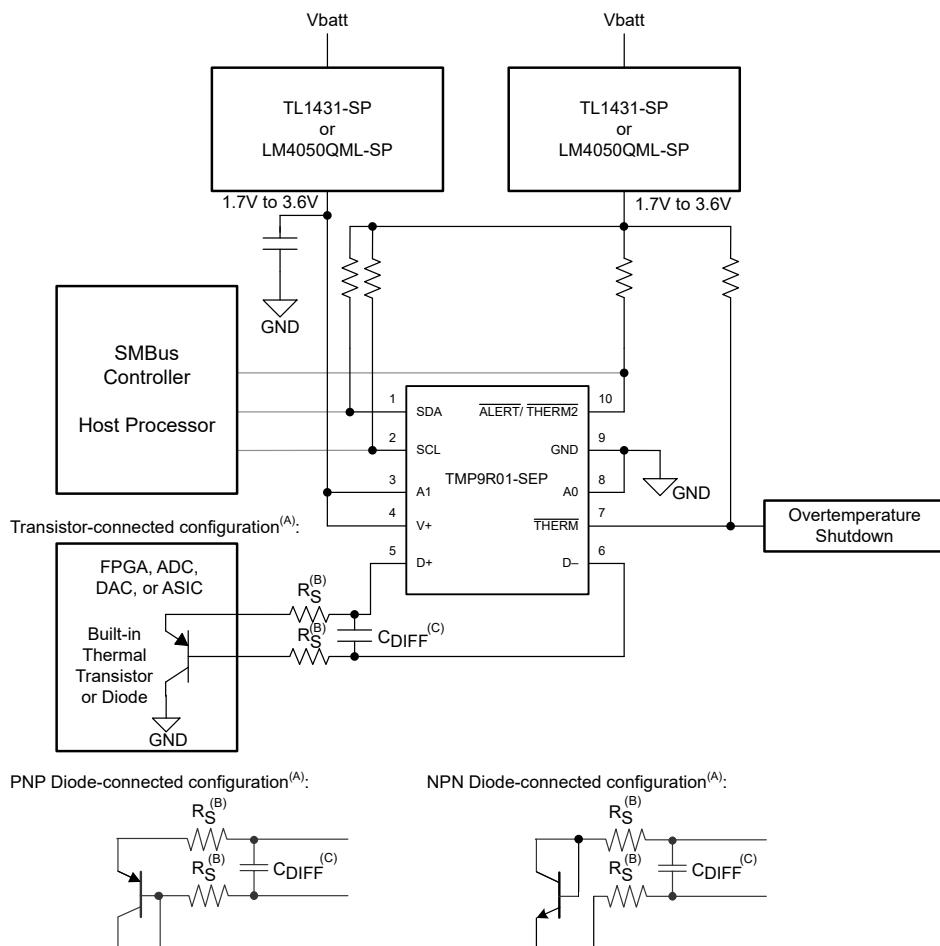

図 7-1. 基本的な接続
**TMP9R01-SEP** では、リモート温度検出を適切に動作させるために、D+ と D- の間にトランジスタを接続しておくだけで済みます。SCL および SDA インターフェイスピンは、通信バスの一部としてプルアップ抵抗が必要である一方、ALERT ピンと THERM ピンはプルアップ抵抗が必要なオープンドレイン出力です。ALERT ピンと THERM ピンは、必要に応じて他のデバイスと共有して、ワイヤ OR 実装を行うことができます。テキサス・インスツルメンツでは、ローカルでの良好なバイパスを実現するために、0.1 $\mu$ F の電源バイパスコンデンサの使用を推奨しています。図 7-1 に、TMP9R01-SEP の標準的な構成を示します。